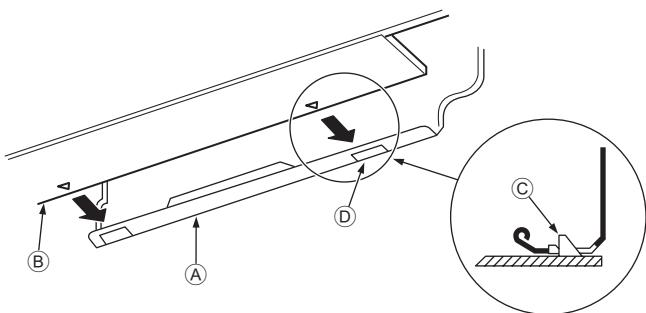

Fig. 3-15
3. Lors de l'insertion du tuyau de réfrigérant et le tuyau d'écoulement dans l'orifice mural d'insertion (manchette de pénétration), accrocher la partie supérieure de l'appareil intérieur sur la planche d'installation ①.
5. Fixer en poussant la partie inférieure de l'appareil intérieur sur la planche d'installation ①. (Fig. 3-15)
- * Vérifier que les boutons en bas de l'appareil intérieur sont correctement maintenus sur la planche d'installation ①.